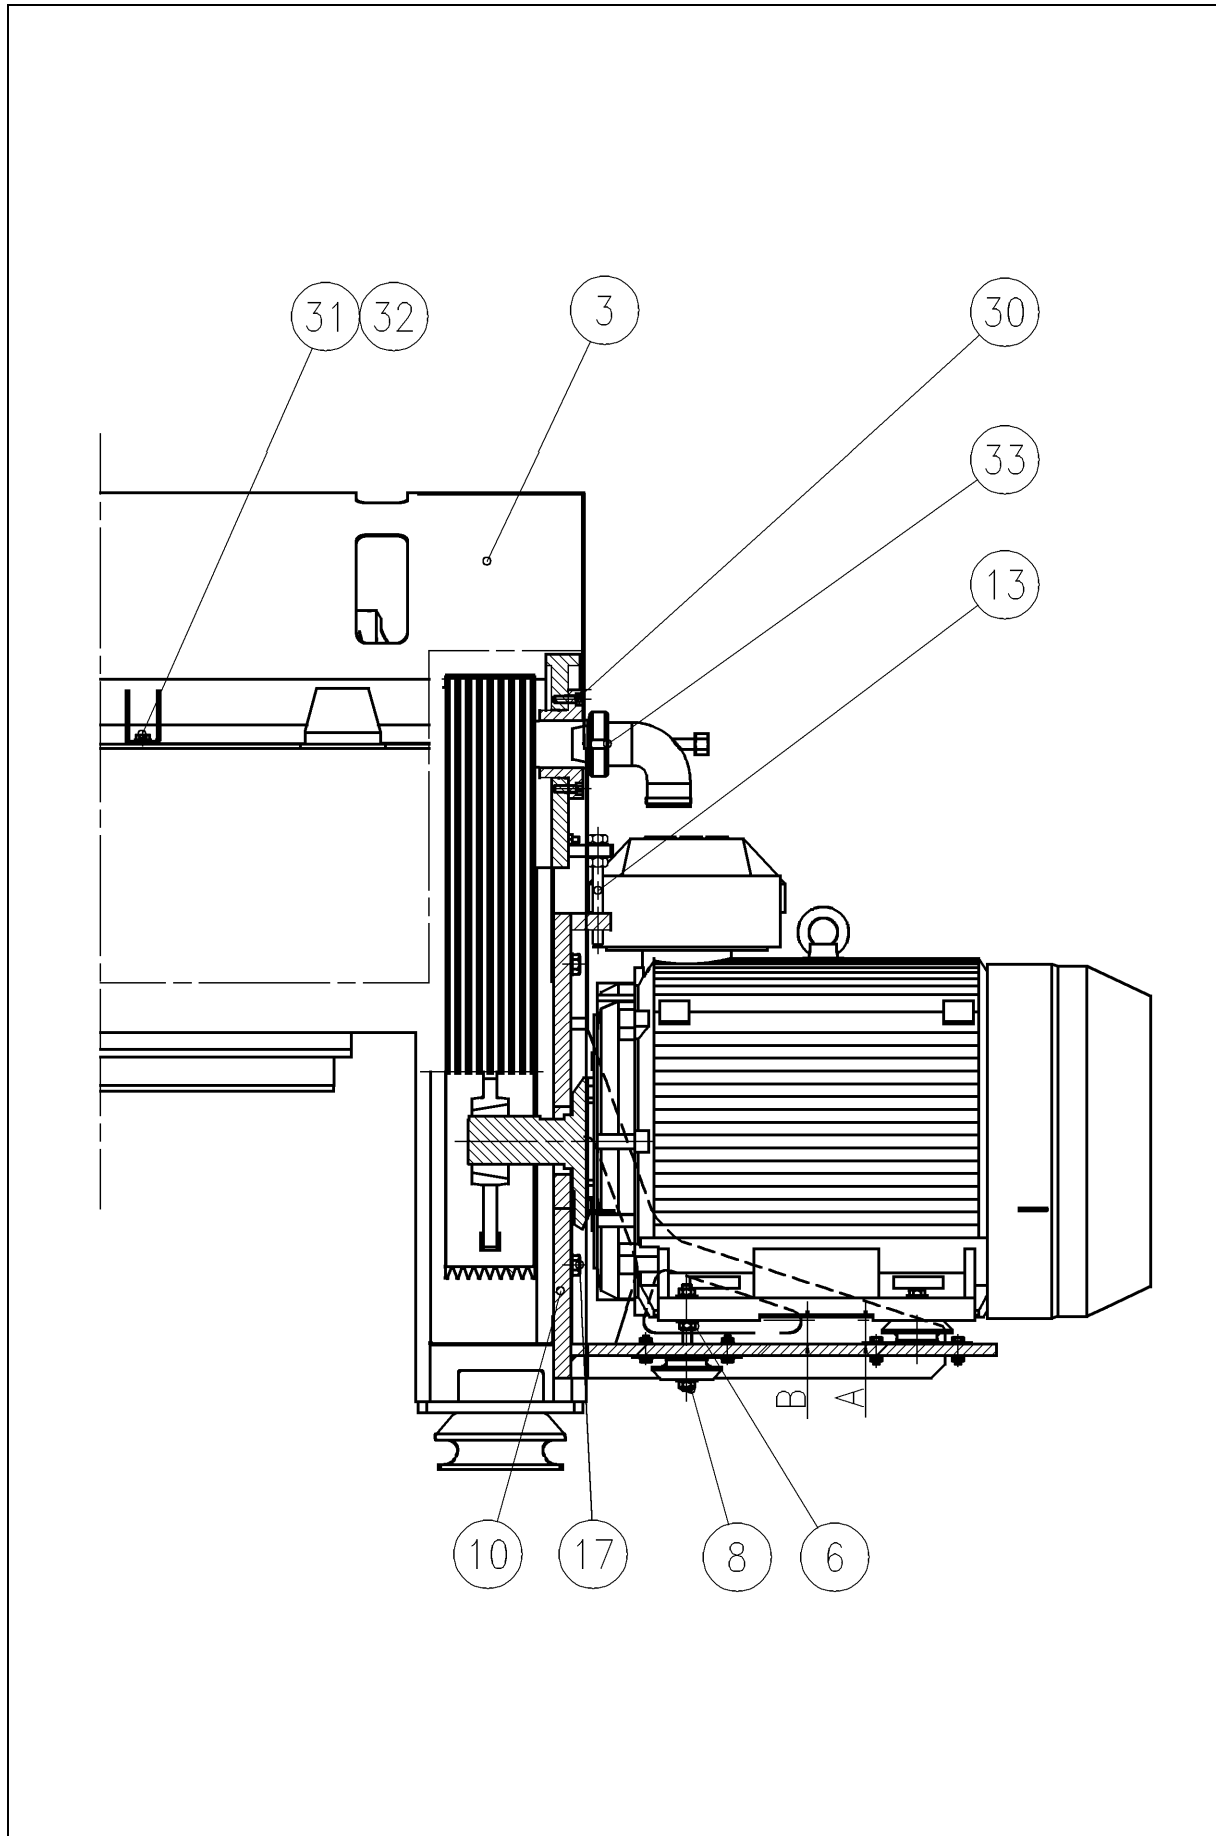

Figura 4.5.1
Para la identificación de las piezas que se mencionan en la siguiente descripción, consultar la figura 4.5.1.
2. Medir las distancias A y B (figura 4.5.1).